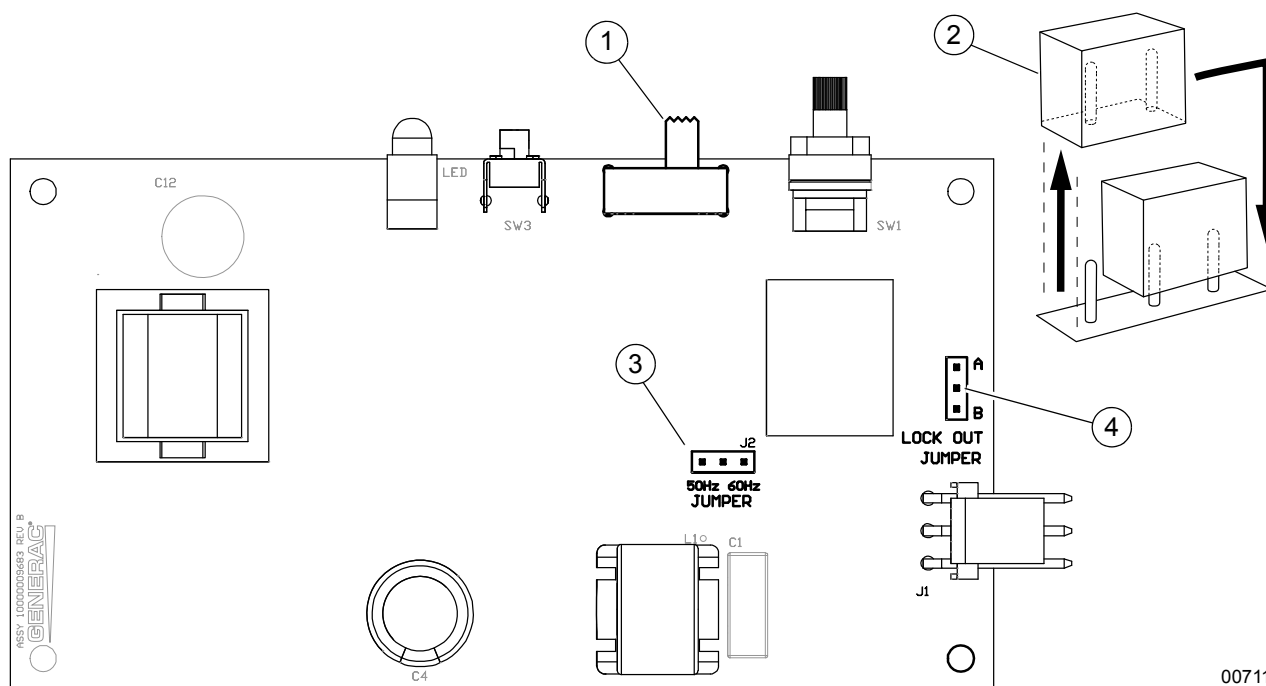

Figura 2-2. Ubicaciones de los puentes
1. Consulte la Figura 2-2. Deslice el interruptor de bloqueo (1) hasta LOCKOUT LOAD ON GENERATOR (Bloquear carga en el generador).
2. Ajuste el puente selector de modo (4) en el tablero de control como se indica en Ubicaciones de los puentes.
Consulte la Figura 2-2. El tablero de control del módulo SMM está equipado con dos puentes móviles (2). Las ubicaciones de los puentes se indican en el diagrama:
- (3) Puente de frecuencia
- (4) Puente selector de modo (identificado en el tablero de control como "Lock Out Jumper" [Puente de bloqueo])